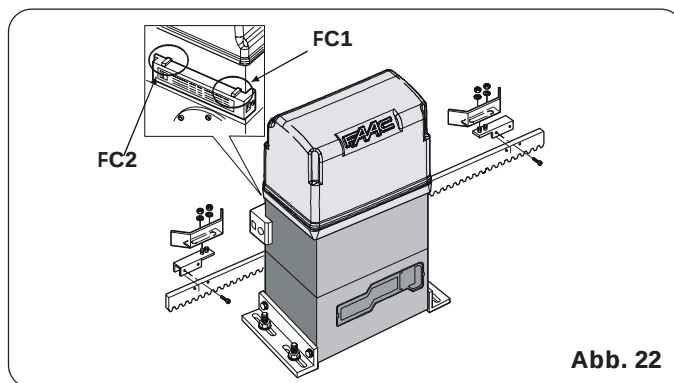

Abb. 22
- 1) Den Grenztaster montieren und dabei das Blech zu den Gewindestiften des Halters zentrieren (Abb. 22).